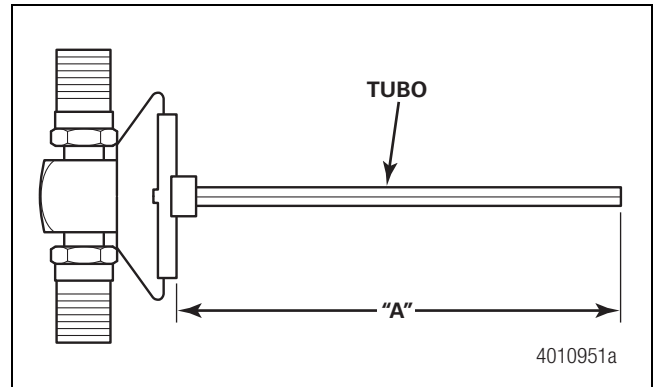

Figura 2.45
2. Compruebe que el tubo ensamblado a la conexión en T sea del largo correcto. Consulte en la Tabla A el largo correcto. Figura 2.45.